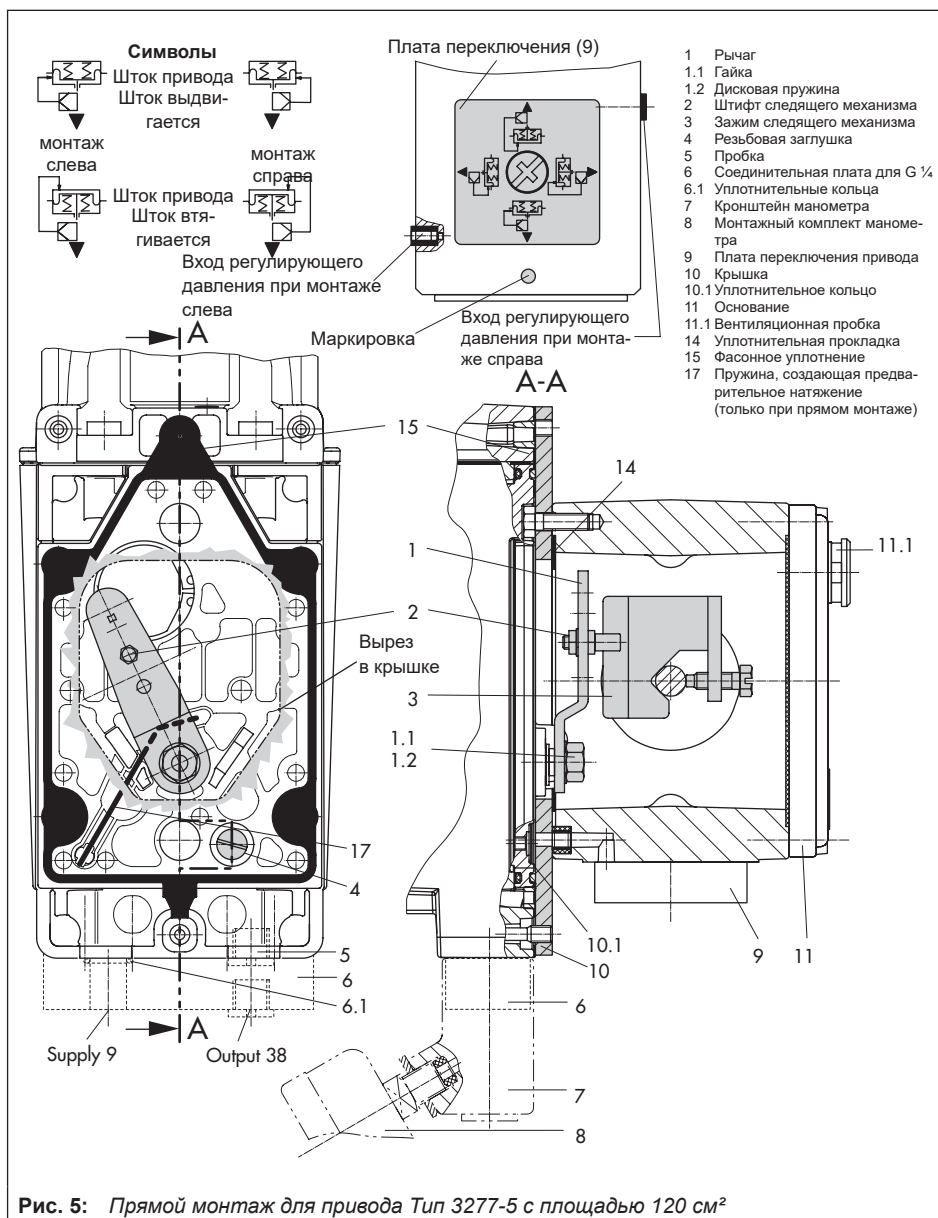

Рис. 5: Прямой монтаж для привода Тип 3277-5 с площадью 120 см²
1. Определите графический символ в соответствии с требуемым положением безопасности и монтажными условиями согласно разделу "Символы" Рис. 5:
2. Совместите плату переключения (9) с соответствующим графическим символом на маркировке и установите ее на раму привода.
3. При необходимости установите кронштейн манометра (7) с манометрами или при необходимости соединительной резьбе G 1/4 установите соединительную плату (6), соблюдая правильное положение обоих уплотнительных колец (6.1).
4. Извлеките заглушку (4) с обратной стороны позиционера и закройте выход регулирующего давления "Output 38" на позиционере (или на держателе манометра (7)), или на соединительной плате (6)) с пробкой (5) из набора комплектующих деталей.
5. Установите зажим следящего механизма (3) на шток привода, выровняйте и зафиксируйте таким образом, чтобы крепежный болт находился в пазах штока привода.
6. Зафиксируйте крышку (10) таким образом, чтобы узкая сторона выреза (Рис. 5 слева) была направлена к штуцеру управляющего сигнала, а наклеенная уплотнительная прокладка (14) указывала в сторону рамы привода.